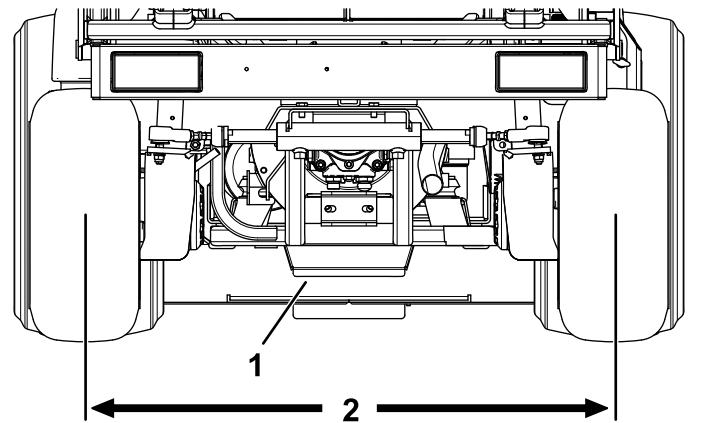

Figura 83
2. Ajuste ambas barras de acoplamiento hasta que la distancia de centro a centro entre las ruedas traseras, por delante y por detrás, sea la misma (Figura 83).